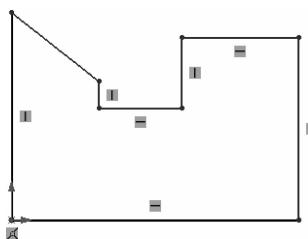

图 1-41 支承板零件模型草图
- (1) 单击【新建】按钮,在打开的【新建 SOLIDWORKS 文件】对话框中双击【零件】图标。
- (2) 在【特征管理器设计树】选项卡中选择【前视基准面】,单击【草图】按钮,进入草图绘制模式。
- (3) 大致绘制草图。
- ① 单击【直线】按钮/,绘制基本图形,如图 1-41 所示。